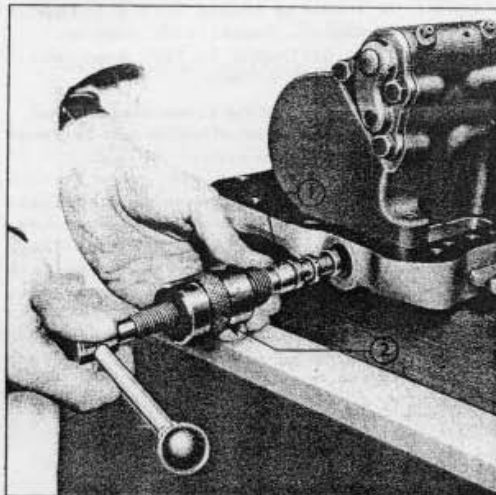

Fig. 18
2. Poser un joint torique neuf dans la gorge du siège de clapet, puis placer le siège sur le guide de l'outil No. T-8511 (fig.18). Introduire le siège dans le canal du clapet et visser le corps de l'outil dans l'extrémité extérieure taraudée du passage. Actionner la vis centrale de l'outil pour enfoncer en place le siège du clapet.